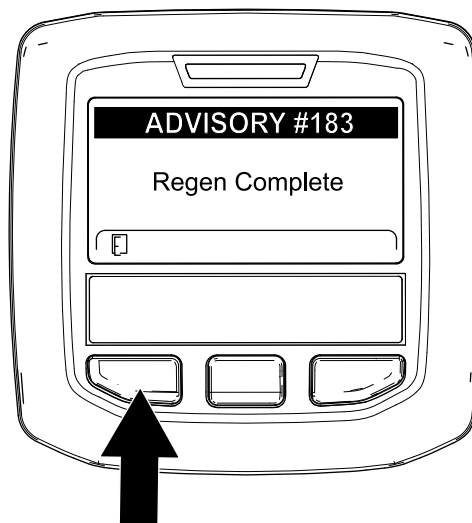

Рисунок 63
9. Когда компьютер двигателя завершает процесс стационарной или восстановительной регенерации, на дисплее инфо-центра появляется информационное сообщение № 183 (Рисунок 63). Для перехода на главный экран нажмите левую кнопку.
Примечание: Если регенерацию не удалось завершить, на дисплее инфо-центра появляется информационное сообщение № 184 (Рисунок 63). Для перехода на главный экран нажмите левую кнопку.